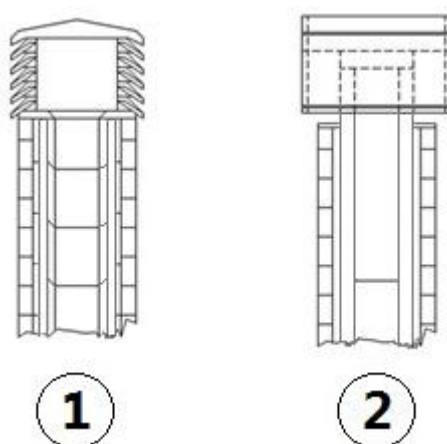

Fig. 5 - Comignoli antivento
- Si consiglia un comignolo di tipo antivento, vedi **Fig. 5 a pag. 7**.
- Canna fumaria esterna realizzata esclusivamente con tubi inox isolati cioè con doppia parete minimo $\varnothing 120$ mm: il tutto ben ancorato al muro. Con comignolo antivento (vedi Fig. 5 a pag. 7).